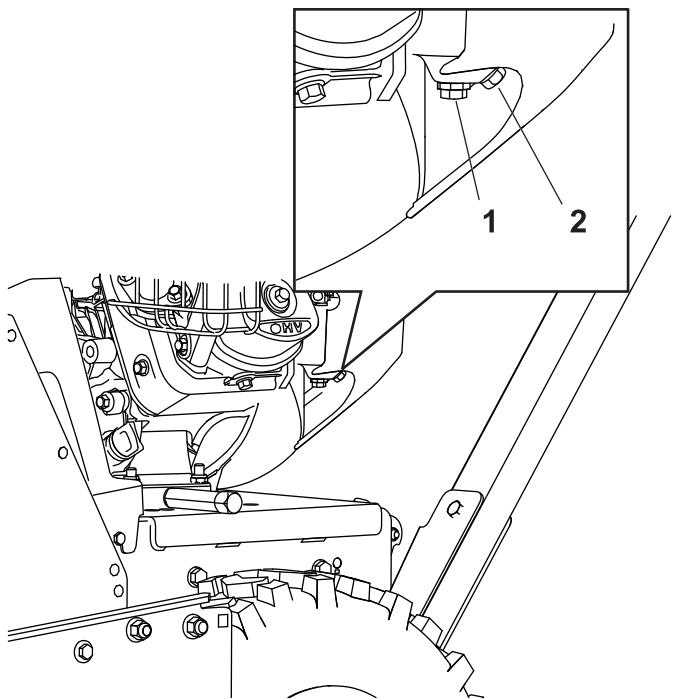

Figura 31
1. Localize o parafuso de drenagem que se encontra na porta lateral da taça do carburador (Figura 31).